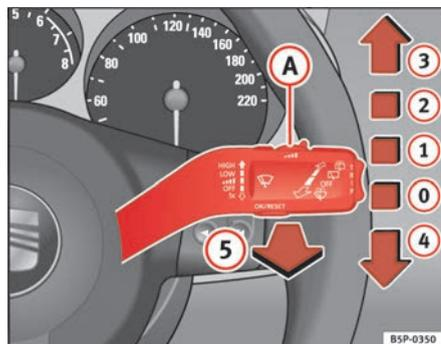

Fig. 85 Levier d'essuie-glace et de lave-glace
Le levier d'essuie-glace ⇒ fig. 85 est doté des positions suivantes :
- Si le véhicule s'arrête lorsque le cran ⇒ page 128, fig. 85  ou  a été sélectionné, le cran immédiatement inférieur est sélectionné. Si le véhicule repart, le cran sélectionné précédemment est à nouveau sélectionné